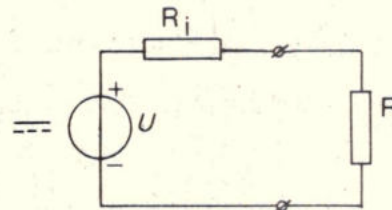

Fig. 3.
3. Een spanningsbron met EMK  $U$  en inwendige weerstand  $R_i$  wordt belast met een weerstand  $R$  (zie fig. 3). Voor  $R = 1 \text{ k}\Omega$  bedraagt de klemspanning 10 V. Voor  $R = 2 \text{ k}\Omega$  bedraagt de klemspanning 15 V. Bereken  $U$  en  $R_i$ .